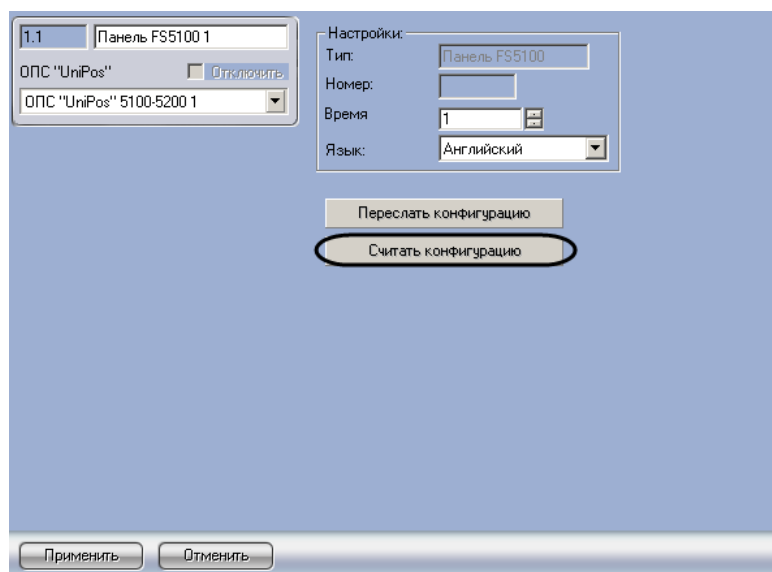

Рис. 3.6—2 Считывание конфигурации из устройств *ОПС Unipos 5100-5200*
2. Для считывания конфигурации из устройств *ОПС Unipos 5100-5200* необходимо нажать кнопку **Считать конфигурацию** (см. Рис. 3.6—2).